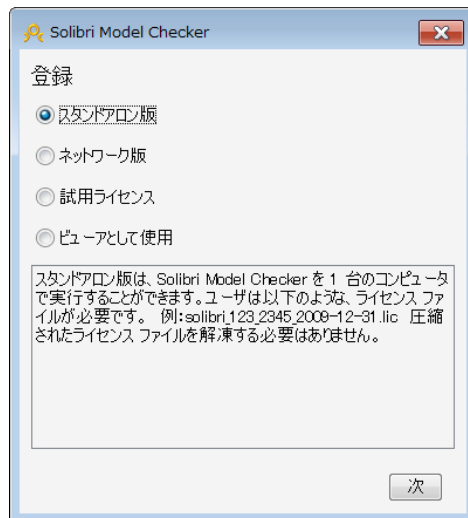

図 1 登録画面
- 2) 利用するライセンスを選択してください。「スタンドアロン版」または「ネットワーク版」のどちらかをお選び、指示に従って起動します。（図 1 を参照）